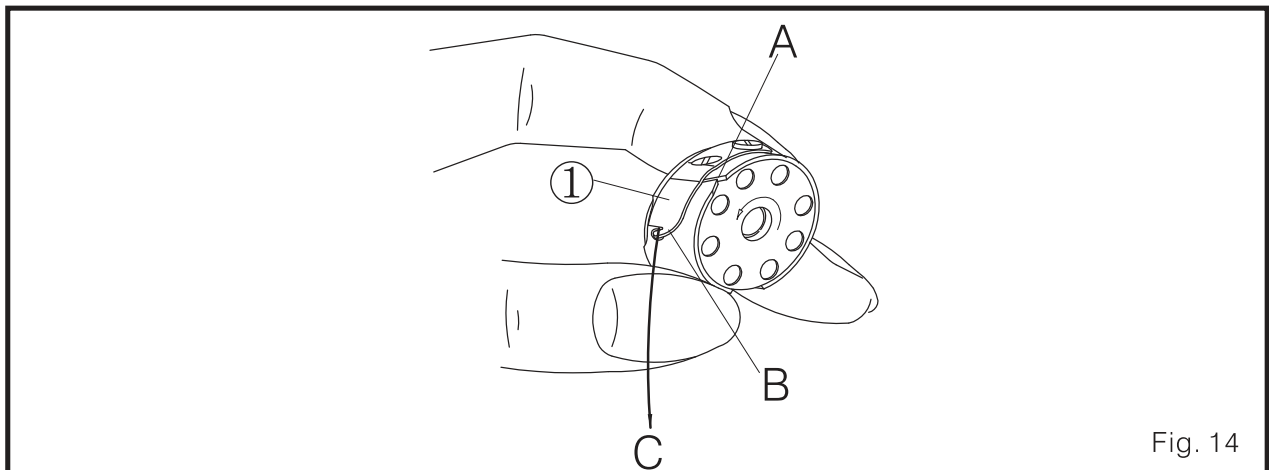

Fig. 14
1. Coloque a bobina na caixa da bobina de maneira que a direção do enrolamento da linha esteja no sentido horário. (Fig. 14)
2. Passe a linha pela fenda A e puxe a linha na direção C. A linha será puxada sob a mola de tensão ① e será puxada para fora do entalhe B.